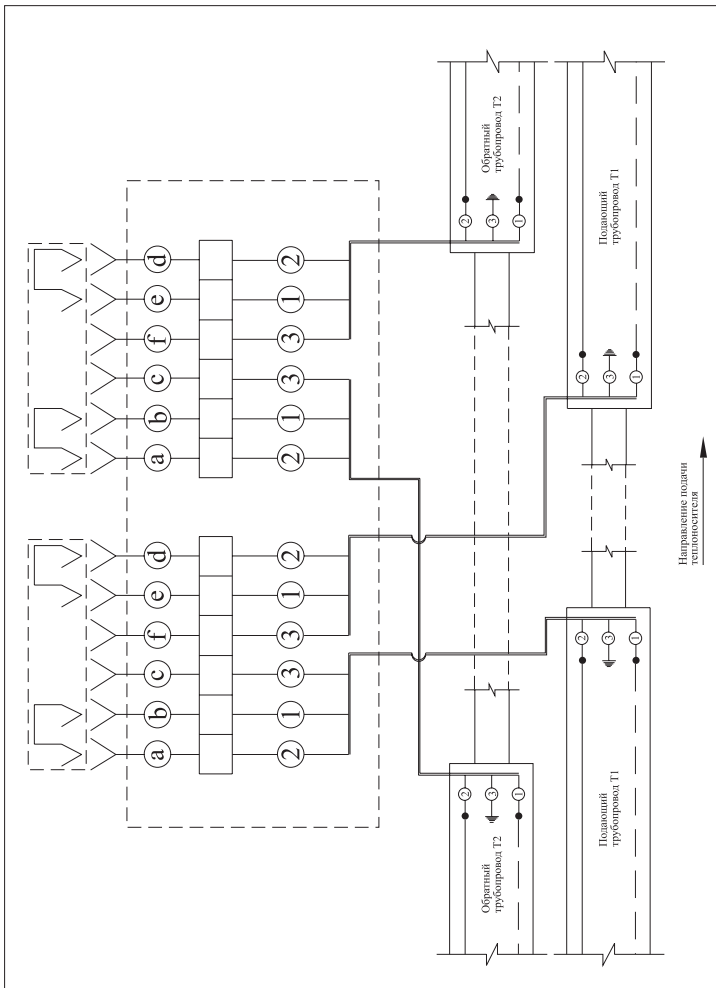

Рис. 9 «Разъединение/закольцовка двух независимых двухтрубных систем ОДК»
8. Для разъединения/закольцовки двух независимых двухтрубных систем ОДК монтаж проводников внутри терминала осуществлять по электрической схеме **Рис. 9**, а в разъем **2** установить заглушки-замыкатели без маркерной полосы **1а**.